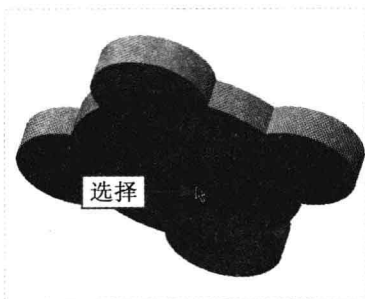

图 8-61 选择合适的草绘平面
Step 05 弹出“设置草绘平面”和“设置平面”菜单管理器，在绘图区选择合适的草绘平面，如图 8-61 所示，弹出“方向”菜单管理器，选择“确定”选项。